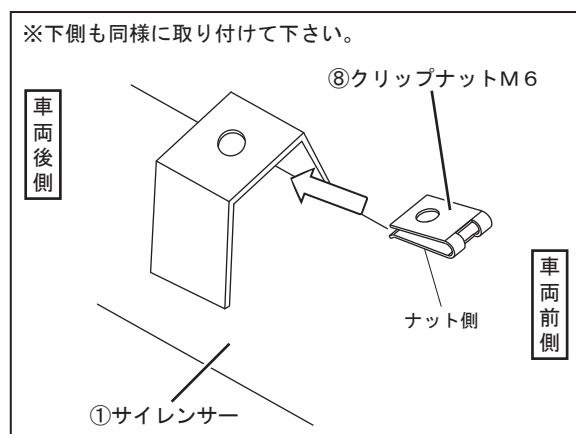

FIG. 8
7. ①サイレンサー前側の上下のステーに、⑧クリップナットM6をナットがパイプ側になるように取り付けして下さい。(FIG. 8 参照)